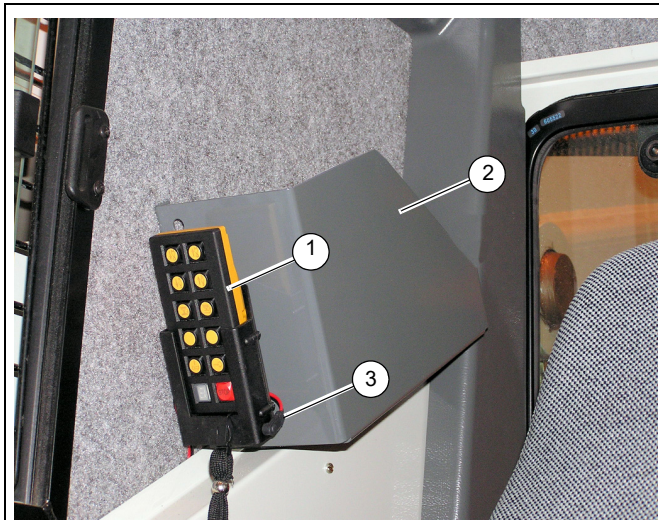
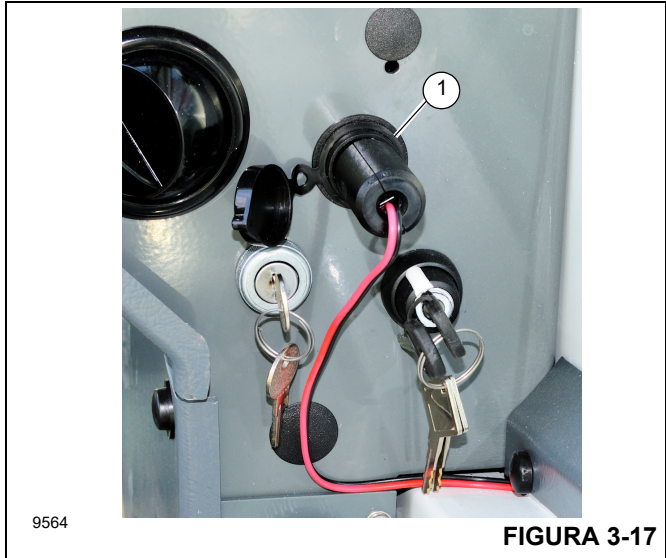

FIGURA 3-16
FIGURA 3-17
El control remoto estándar (1, Figura 3-16) es un control del tamaño de la palma de la mano y se envía con cada grúa como equipo estándar. Este control remoto tiene funciones limitadas, como se describe en la siguiente información, y no permite el control remoto completo de la grúa.
Cuando el control remoto estándar (1) está en posición almacenada, como se ilustra en la Figura 3-16, el cordón eléctrico del control remoto (3) se debe enchufar en la escuadra de almacenamiento del control remoto y el otro extremo en el receptáculo de 12 V (1, Figura 3-17) en el tablero de control de la cabina. Esto mantendrá cargadas las dos baterías recargables tipo AA que se utilizan para energizar el control remoto.